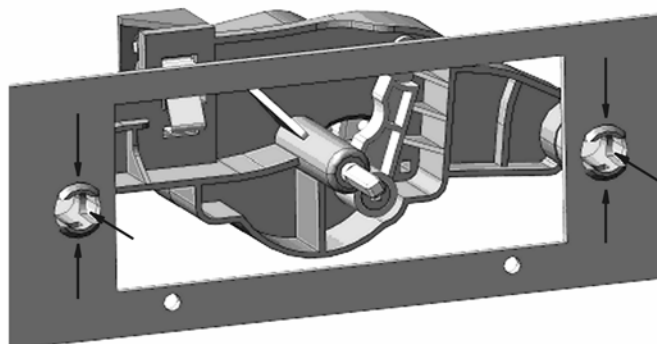

Рис. 8. Снятие механической части блока управления климатической установкой
- на лицевой стороне панели приборов сведите края защелок кронштейна блока управления, вдавите их и снимите механическую часть блока управления климатической установкой (рис. 8);